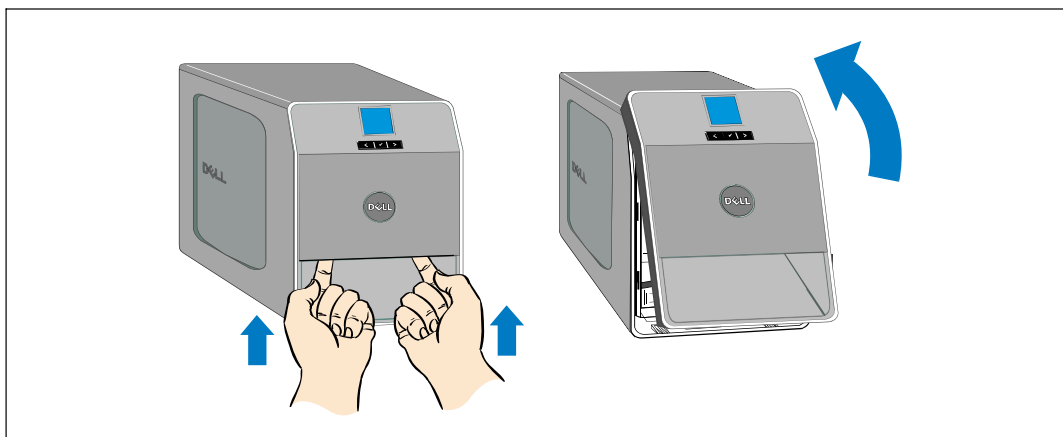

図 24. UPSのフロントカバーの取り外し方法
- 2 UPSのフロントカバーを取り外します（図 24を参照）：